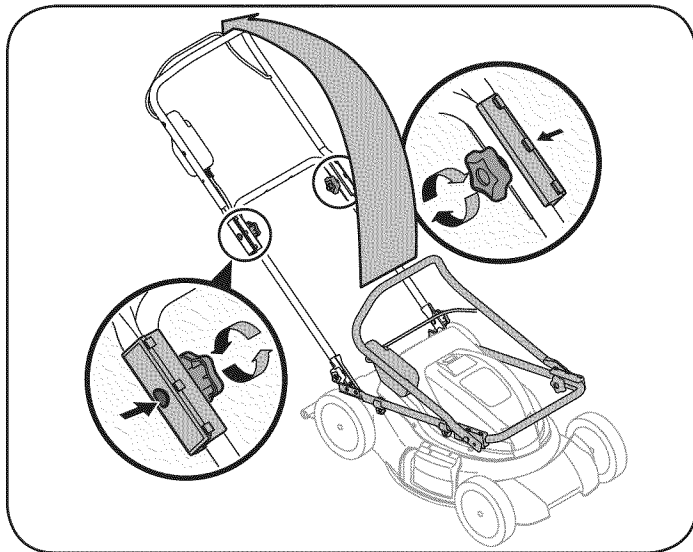

Figura 1
3. Levante con cuidado y gire la manija superior a la posición de funcionamiento como se muestra en la Figura 1.